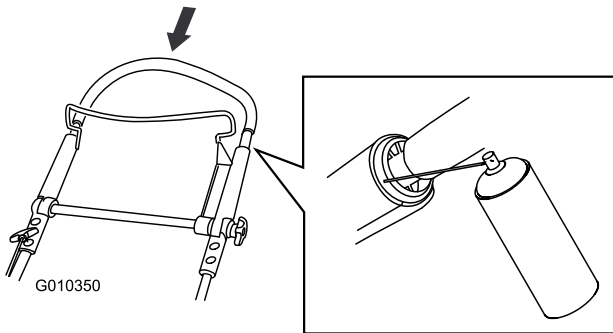

Figura 41
- Empuje completamente hacia abajo el manillar superior y rocíe la superficie de plástico interior del manillar exterior (Figura 41).